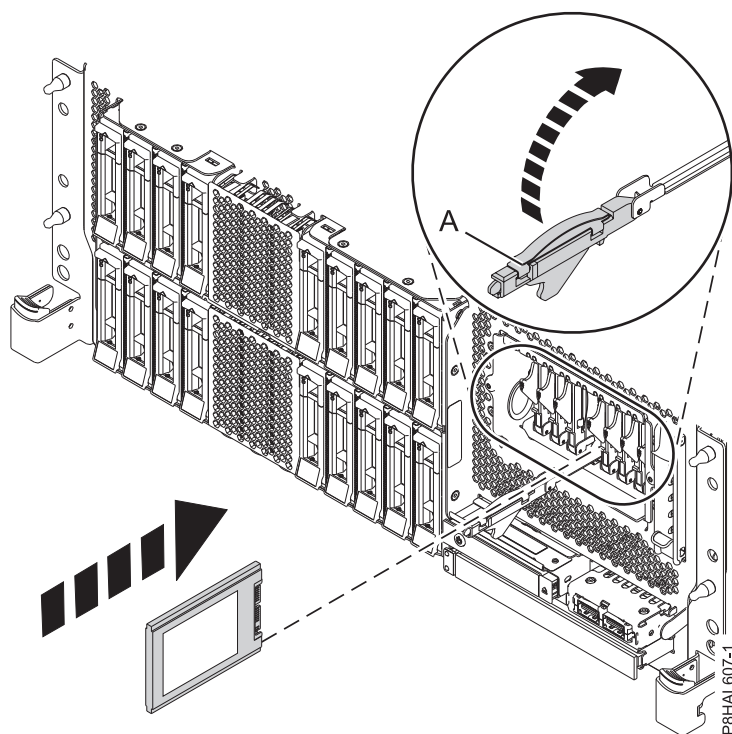
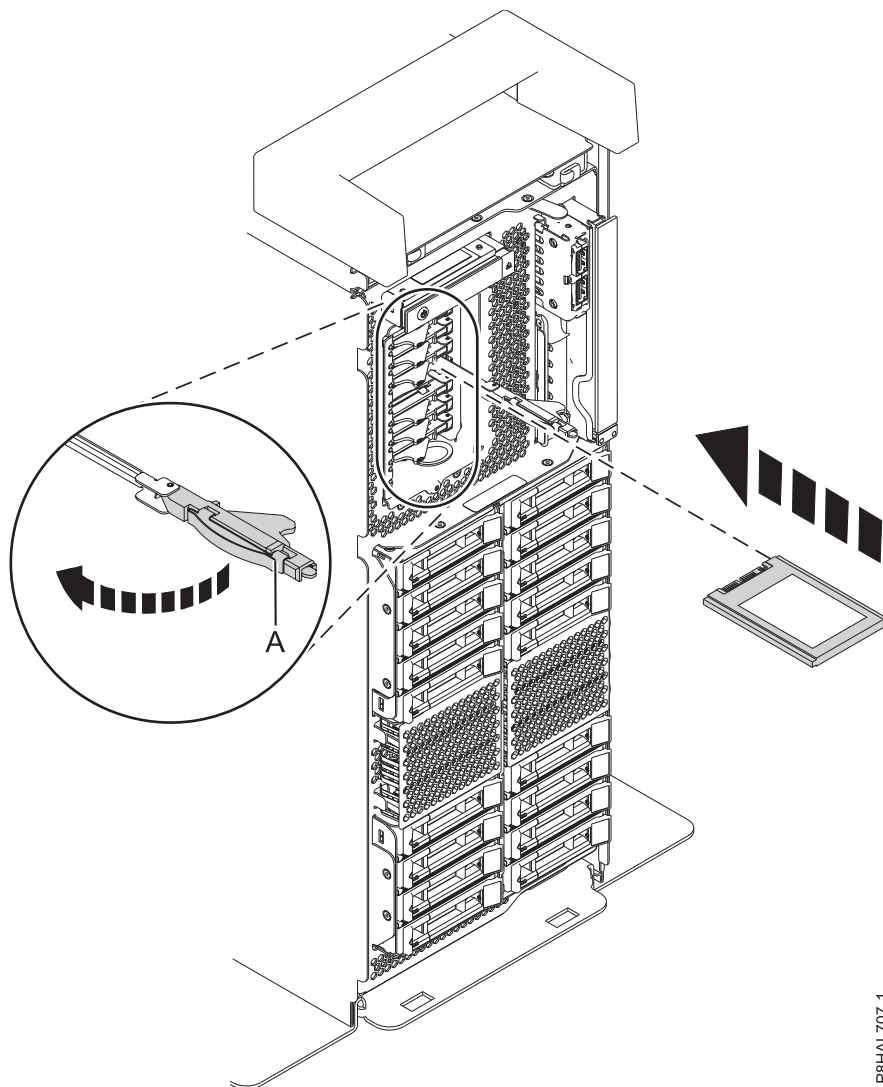

Figura 50. Instalación de una SSD en un sistema de función ampliada 8286-41A o 8286-42A montado en bastidor
Figura 51. Instalación de una SSD en un sistema autónomo de función ampliada
14. Con el asa de la bahía de unidad SSD (A) en la posición de desbloqueo, tire de la palanca hacia afuera para acceder a los rieles de guía de la ranura de SSD. Sostenga la SSD por la parte inferior mientras la alinea con los rieles de guía de la ranura de SSD. Consulte la Figura 50 y la Figura 51 en la página 58.
18. Bloquee la unidad girando el asa de la bahía (A) en la dirección que se muestra en la la Figura 50 y la Figura 51 en la página 58.